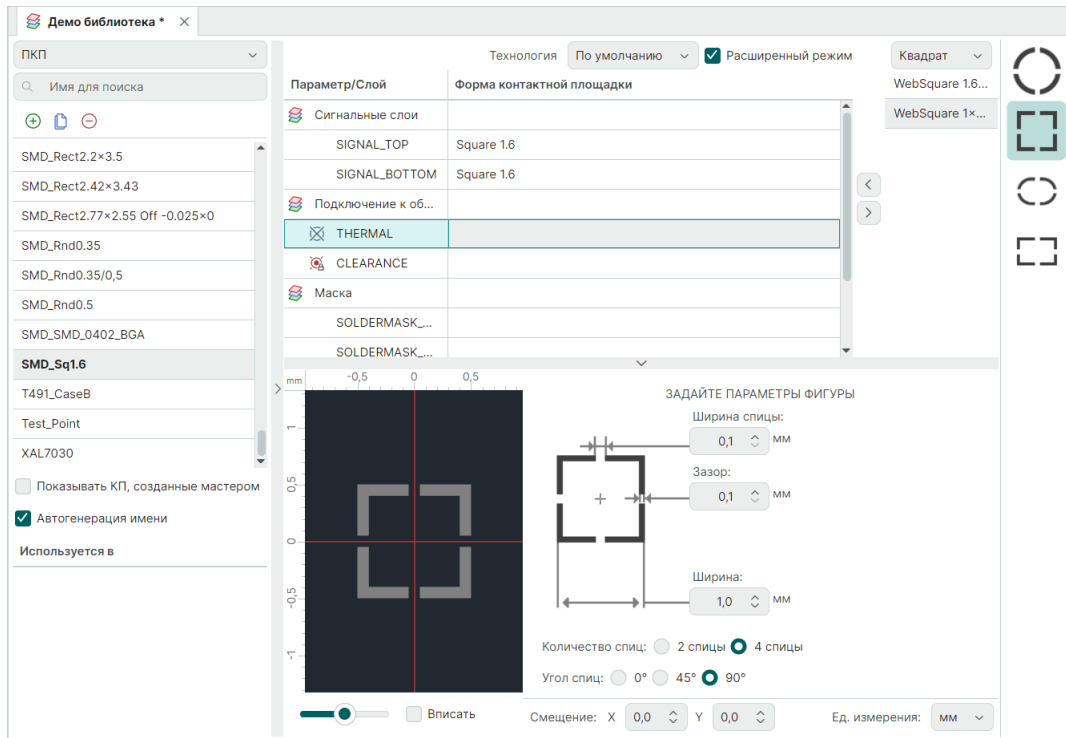

Рис. 61 Выбор параметра «THERMAL» для установки термобарьера
2. Перейдите к параметру «THERMAL», который отвечает за установку термобарьера, см. Рис. 61.